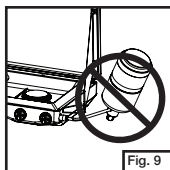

Fig. 9
- No haga funcionar nunca una estufa con el cilindro de propano en una posición invertida. (Fig. 9)